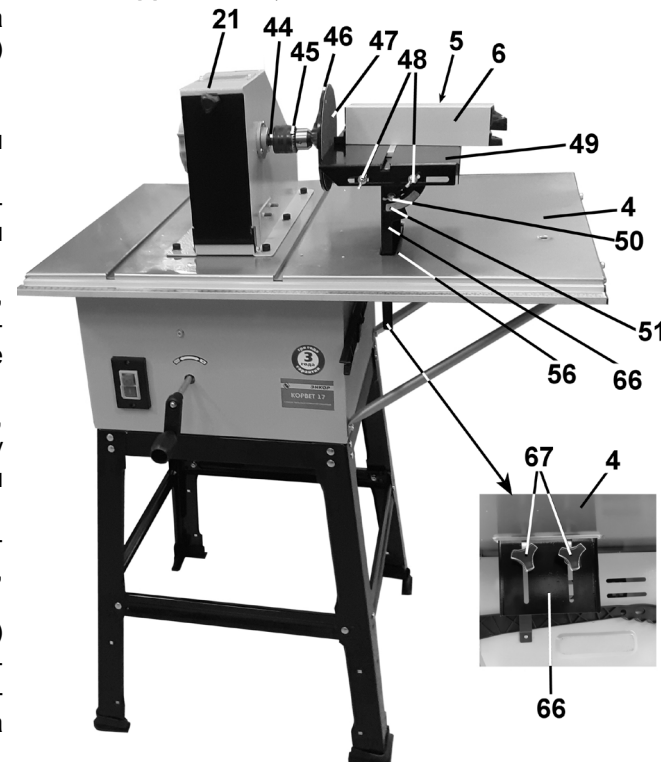

Рис. 13
12. УСТАНОВКА ДИСКО-ШЛИФОВАЛЬНОГО ОБОРУДОВАНИЯ, Рис. 13
12.6. Стойку (66) установите в прорезь (56) рабочего стола (4) и, как показано на выноске, Рис.13, закрепите её на пластине снизу рабочего стола (4) двумя винтами (67) в выбранном положении по высоте.